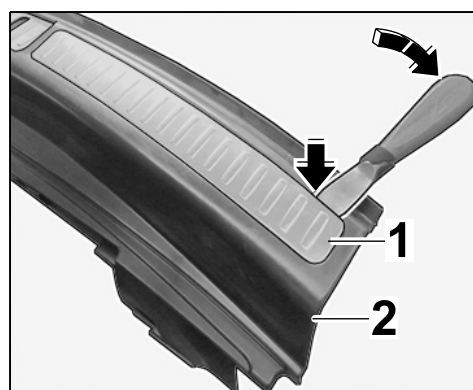

Рис. 27
- 4.1.2 Вставить клин ПОМ между накладкой и накладкой замковой панели и снять накладку (⇒ Рис. 27).